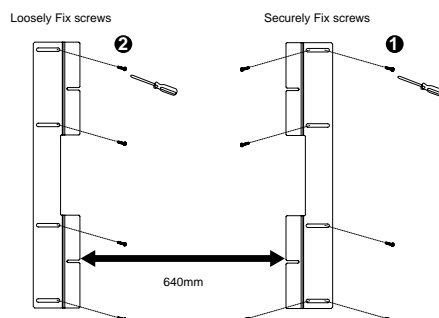

Imagen 1
- 2.4.6 Proceda a alinear y asegurar el primer soporte de techo teniendo en cuenta el espacio de techo disponible para montar la unidad. Localizar la segunda posición del soporte (Ver Imagen 1) y coloque sin apretar cuatro tornillos dentro de cada ranura en el punto interior cercano. Esto permitirá que el soporte se inserte hacia adentro para asegurar la unidad.